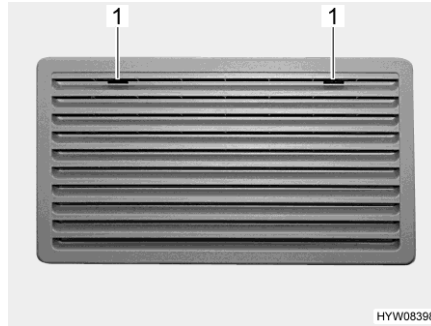
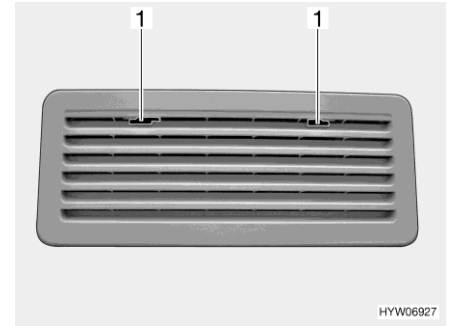

Bild 237 Kühlschrank-Lüftungsgitter (Thetford groß)
Bild 238 Kühlschrank-Lüftungsgitter (Thetford klein)
- Arretierung (Bild 237,1 oder Bild 238,1) zur Mitte schieben.